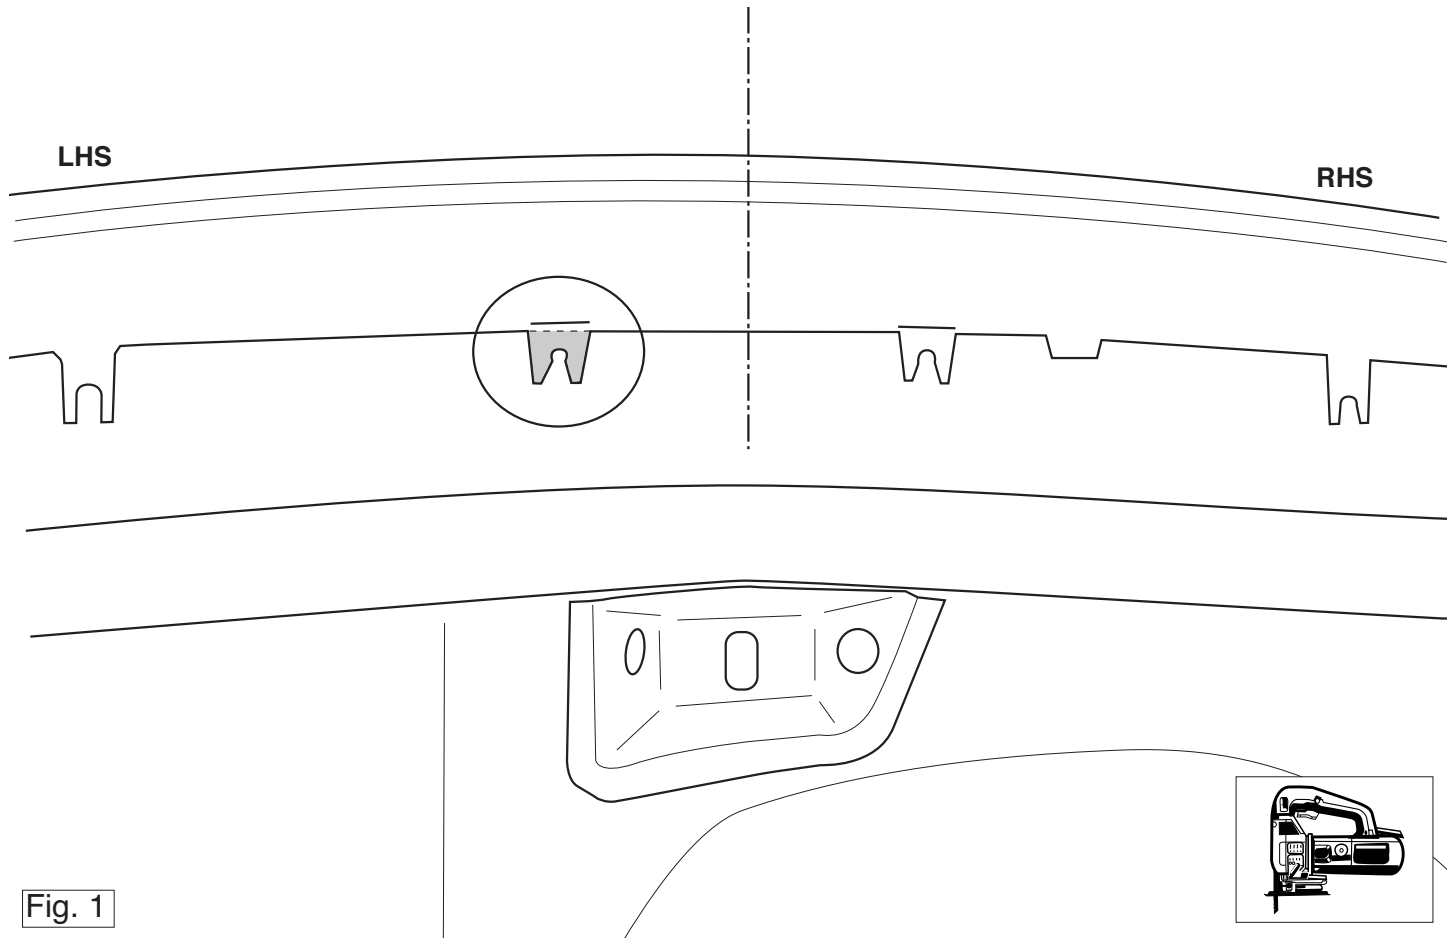

Fig. 1
4. Sav den markerede del af (jævnfør fig. 1).
5. Anbring sideplade (V)/(H) ved punkterne **A**.
4. Segare via la parte indicata (vedi fig. 1).
5. Posizionare il pannello laterale (SX) / (DX) in corrispondenza dei punti **A**.
4. Wywiercić zaznaczony odcinek (patrz rys.1).
5. Umieścić płytę boczną (L) / (P) w punktach **A**.